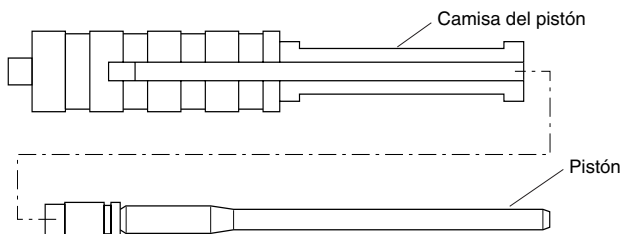

Figura 4 - Retirando el pistón de la camisa
6. Retire el conjunto pistón de la camisa del pistón (vea la Figura 4).